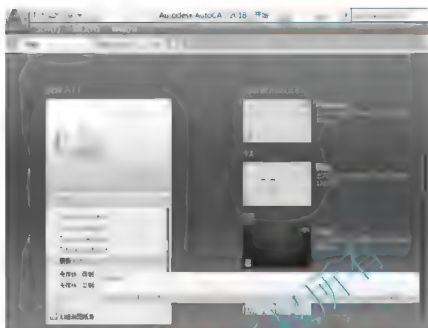

图 4.84 选择线型
(1) 选择【开始】选项卡，单击【样板】右侧的下拉按钮，如图4.84所示。
(2) 选择上一节制作的“模板.dwt”文件，则进入1:1模板内。我们也可以执行菜单栏中的【文件】|【新建】命令，打开【选择样板】对话框，双击“模板”文件。